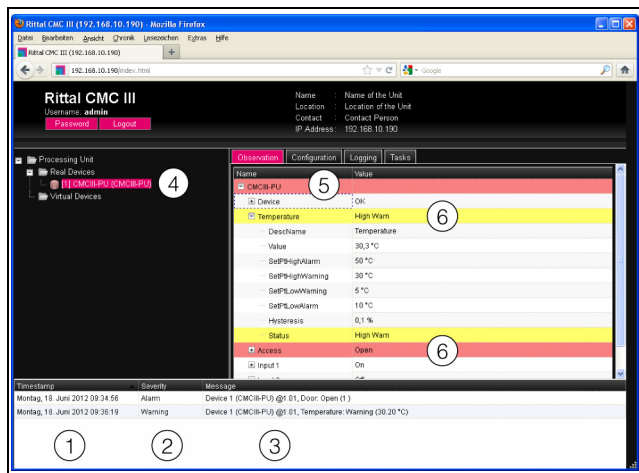

Рис. 30: Структура отображения сообщений
1. **Timestamp**: дата и время, когда появилось сообщение об ошибке (рис. 30, поз. 1).
2. **Severity**: серьезность возникшей ошибки. Различают предупреждения ("Warning") и тревоги ("Alarm") (рис. 30, поз. 2).
3. **Message**: текст сообщения об ошибке (рис. 30, поз. 3).
- Левая область (область навигации): Символ перед компонентом, с которым произошла ошибка, в области навигации окрашивается красным цветом в случае тревоги, желтым цветом в случае предупреждения (рис. 30, поз. 4).
- Правая область (область конфигурирования): на вкладке **Observation** сам компонент и тот параметр, к которому относится предупреждение или тревога, отображается соответственно красным или желтым цветом (рис. 30, поз. 5 и 6).